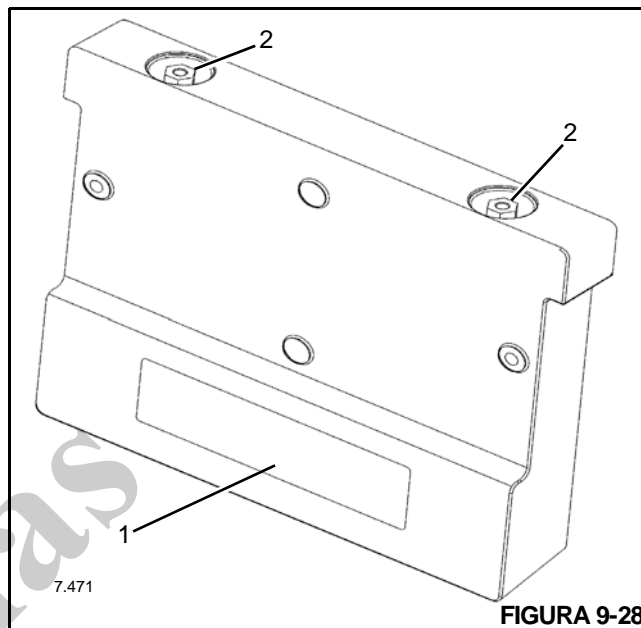

FIGURA 9-28
Cada placa de contrapeso pode ser identificada pelo número de peça e o peso estampados (1, Figura 9-28) na lateral da placa.
3. Instale dois parafusos roscados de elevação nos insertos de elevação de 1.25 x 7 UNC (2, Figura 9-28). Usando um dispositivo de elevação adequado, conecte correias de elevação aos parafusos. Após fixá-las, remova a folga das correias.
3. Instale dois parafusos de elevação nos insertos de elevação de 1.25 x 7 UNC (2, Figura 9-28). Usando um dispositivo de elevação apropriado conectado por correias a cada parafuso, eleve e coloque o contrapeso dentro do conjunto soldado do suporte do guindaste.